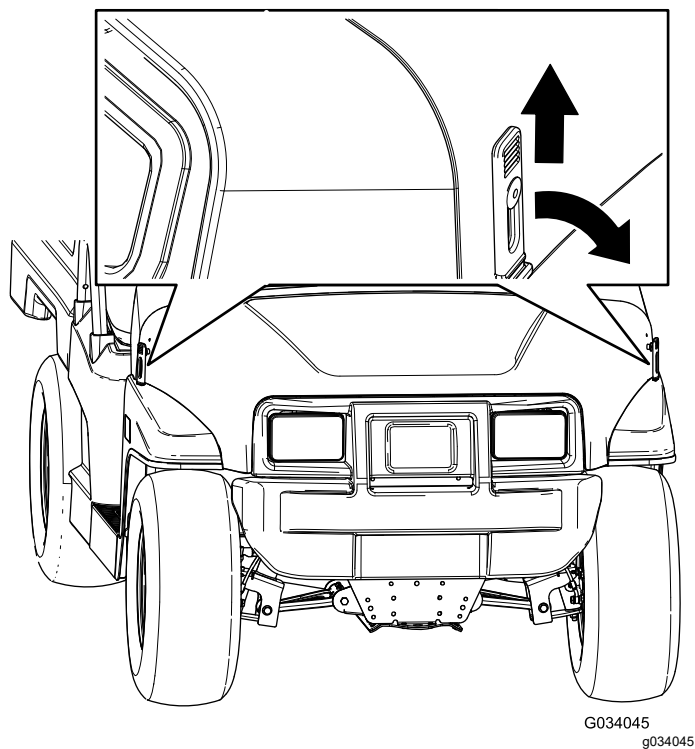

Figure 22
1. Soulevez la poignée des loquets en caoutchouc de chaque côté du capot (Figure 22).
2. Fixez le capot en place en alignant les loquets en caoutchouc sur les ancrages de verrouillage de chaque côté du capot (Figure 22).